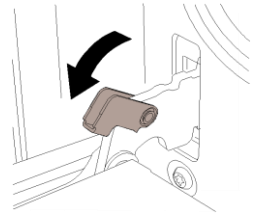

Figura 1
1. Pentru a detasa deschideti usa pana la unghiul maxim. Trageți inapoi catarama din balamaua usii. (Figura 1)